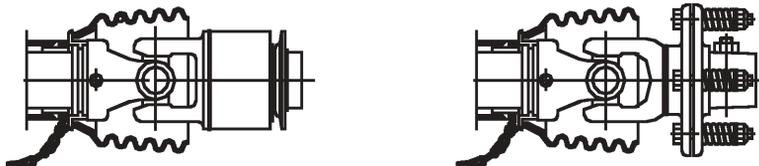

Fig. 11 - Esempi di limitatori di coppia.
- per gli alberi provvisti di limitatori di coppia a bullone, verificare lo stato del bullone stesso e, se danneggiato o tranciato, sostituirlo con uno di uguale dimensione e classe di resistenza (fig. 11);
- per gli alberi provvisti di limitatori di coppia a frizione, verificare prima dell'uso l'efficienza dei dischi di attrito e la taratura delle molle di compressione secondo quanto previsto dal manuale di istruzioni (fig. 11);